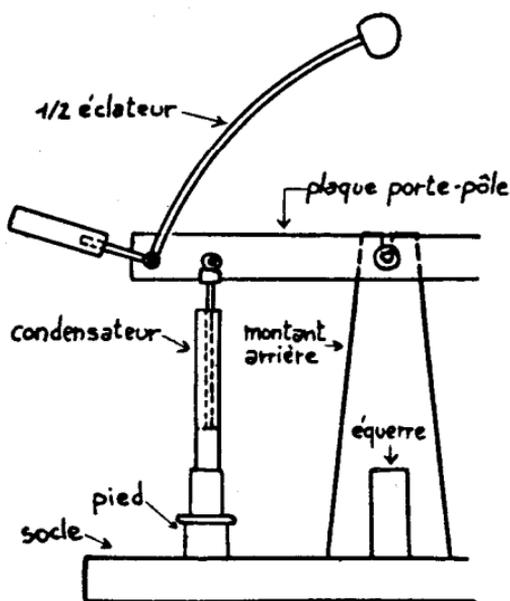

Fig. 31
* Cette tige se termine par le support de rampe « Meccano » n° 136 a. Il permet d'immobiliser le haut du condensateur sur la tige filetée la plus proche de l'axe du plateau (fig. 31).